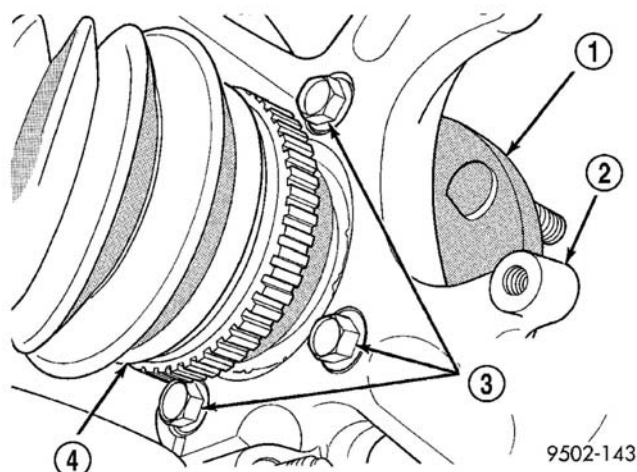

图 6 轮毂和轴承固定螺栓
(8) 从转向节的后部卸下 4 个轮毂和轴承固定螺栓（图 6）。在拆卸螺栓时注意不要接触和损坏驱动轴短轴上的 ABS 轮速脉冲发生轮。
(9) 从转向节上卸下轮毂和轴承总成。